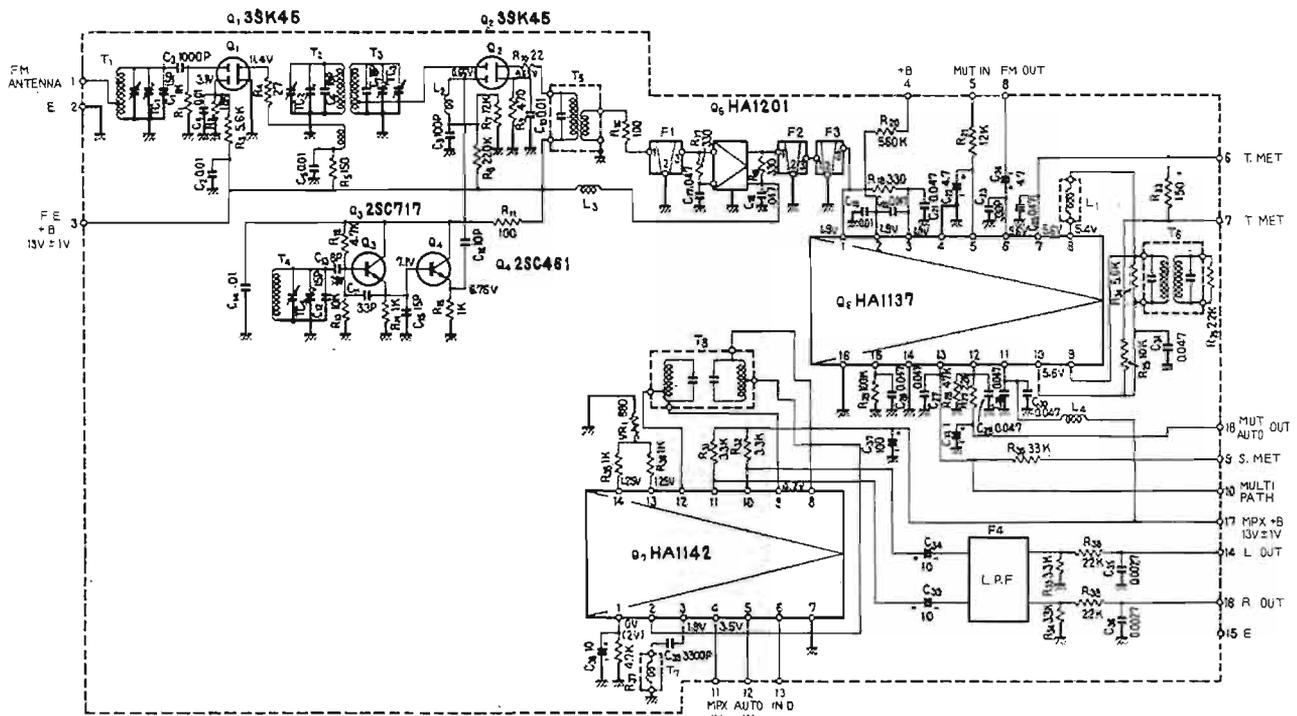

Fig. 3
**Tuner FM (Fig. 3).** — La tête HF est constituée par quatre étages : l'amplificateur HF accordé Q1, le mélangeur Q2, l'oscillateur local Q3 suivi d'un étage tampon Q4.
**Tuner FM (Fig. 3).** — La tête HF est constituée par quatre étages : l'amplificateur HF accordé  $Q_1$ , le mélangeur  $Q_2$ , l'oscillateur local  $Q_3$ , suivi d'un étage tampon  $Q_4$ .